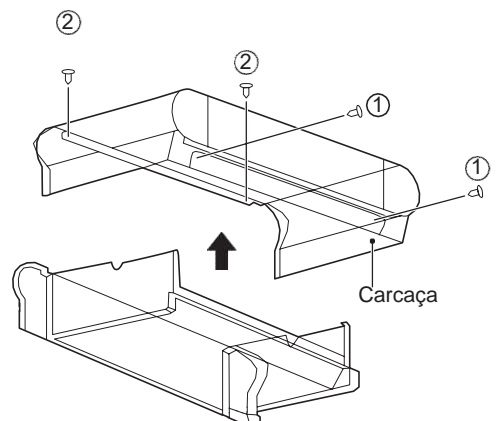

Figura 5-17 Remoção da carcaça
Como mostra na Figura 5-17, remova os parafusos ①\*2 e ②\*2 e em seguida a carcaça.